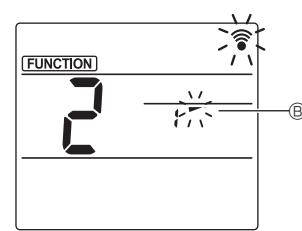

Fig. 3
- ③ Žaliužių kampo parinkimas (Fig. 3)